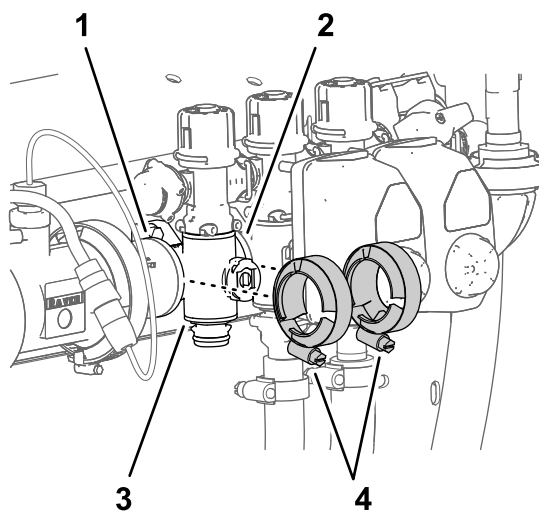

Рисунок 111
3. Снимите 2 фланцевых хомута, которые крепят коллекторный клапан секции к фланцам соседних компонентов (Рисунок 111).